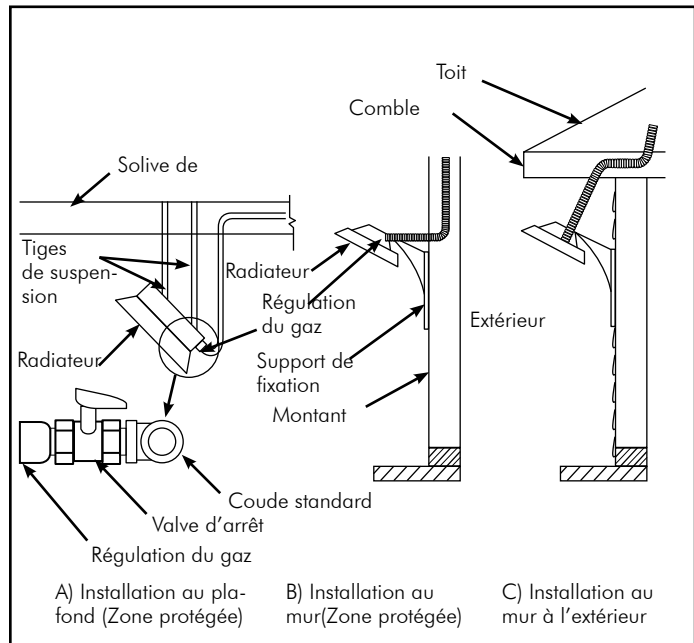

FIG. 4-27 Radiateurs à infrarouge installé au plafond ou au mur pour patio ou garage
- Les radiateurs à infrarouge installés sur les plafonds et les murs des structures doivent être raccordés au système Diamondback comme le montre la FIG. 4-27 et conformément aux directives de CB Supplies Ltd.